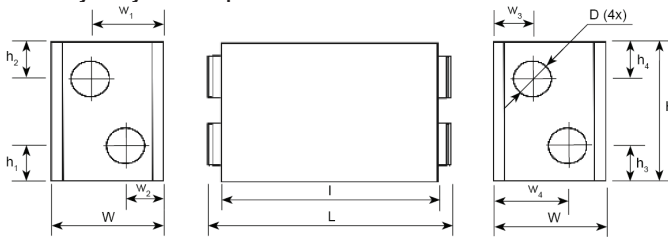

Rys. 6
- W urządzeniu może być zamontowany jeden z czujników ciśnienia, wskazanych na rys. 6.